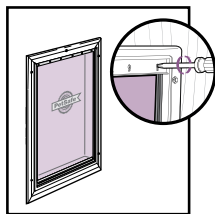

FIG. 13
1. Retire los tornillos del marco interno de la puerta para mascotas (**Fig. 13**).